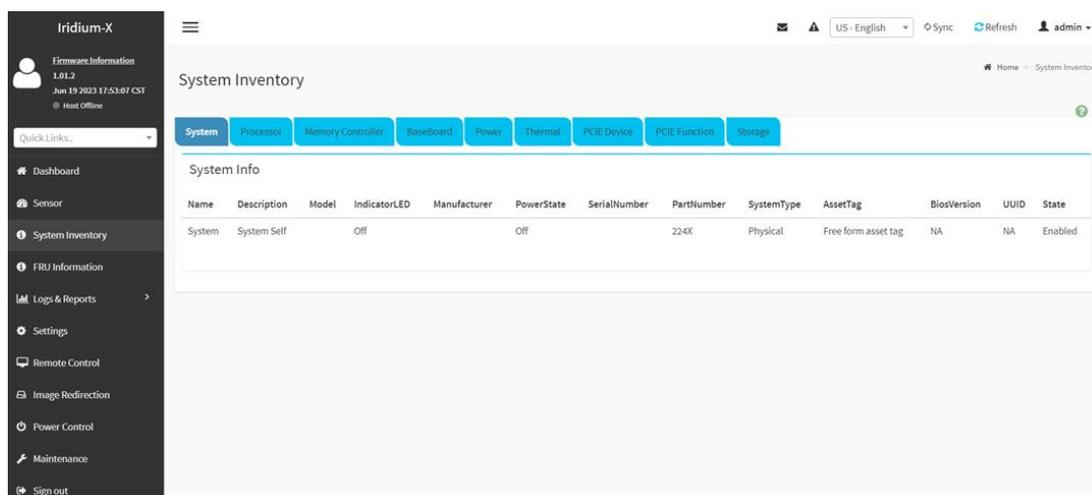

Рисунок 40 - Раздел «System Inventory»
2) Раздел «System Inventory» позволяет получить информацию об отдельных компонентах сервера, их взаимосвязях и состоянии (см. Рисунок 40).